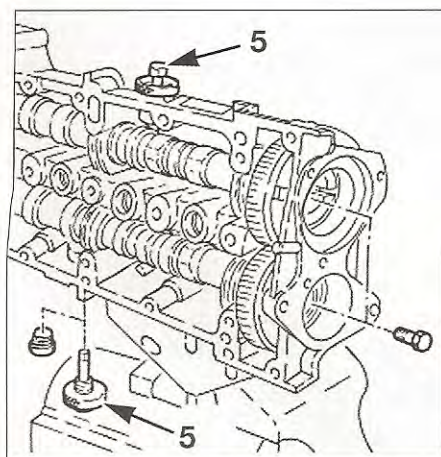

FIG. 27
- 5. Tornillo de calado de eje de levas (ref Fiat: 1871000900) (fig. 27).
- Montar los útiles de calado (5) de los ejes de levas de escape y de admisión (fig. 27).
- Desmontar los útiles de calado de los ejes de levas (fig. 27).
- Poner los 2 ejes de levas y bloquearlos con los útiles de calado (fig. 27).